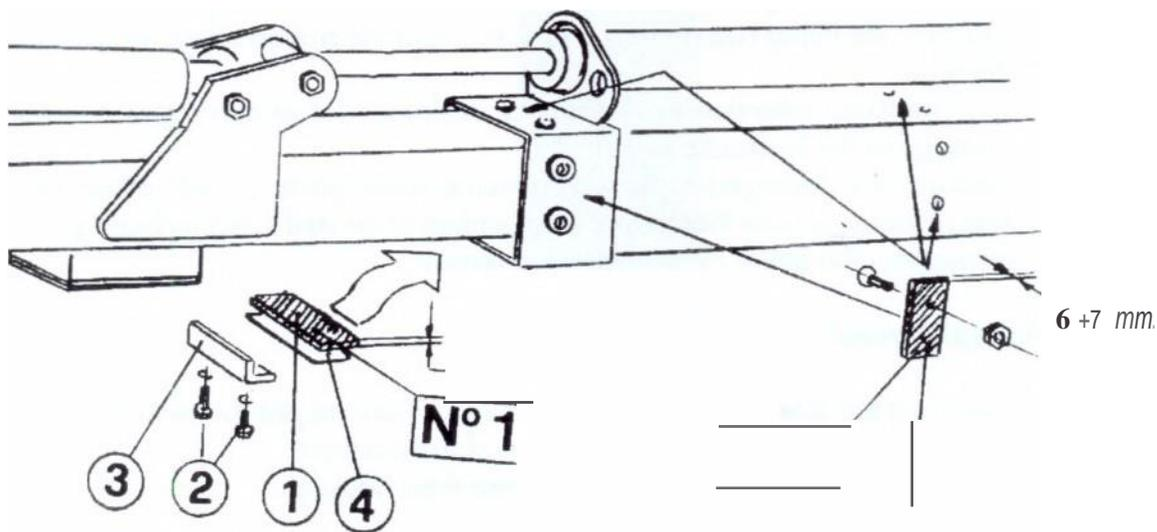

Рис. 45
9.5 Замена направляющих на телескопическом рычаге (рис.45)
Периодически проверяйте состояние износа бегунов. Когда толщина равна или меньше, чем указано на рис. 45 заменить их следующим образом.